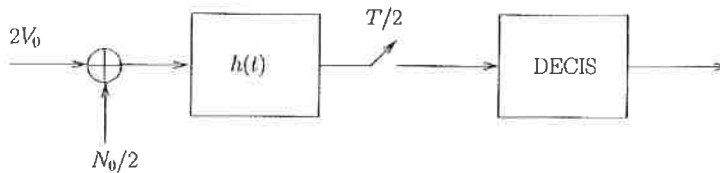

Figura 2: Struttura del sistema di trasmissione con ricevitore con decisione sul singolo simbolo.
1. Si consideri il ricevitore soglia mostrato in Figura 2. Il filtro ha risposta impulsiva $h(t) = \frac{s_A(t)}{2V_0}$ ed il campionamento è
4. Si consideri un sistema di trasmissione dove in ricezione si ha un solo filtro $h_1(t) = h(4t)$, dove $h(t)$ è il filtro considerato in Figura 2, e si campiona con una frequenza di 1 campione per tempo di simbolo. Assumendo che l'istante di campionamento sia fissato in modo opportuno all'interno di un intervallo di simbolo, si discuta sulla realizzazione di un ricevitore a massima probabilità a posteriori (MAP) basato sull'algoritmo di Viterbi al posto del ricevitore simbolo per simbolo DECIS considerato al punto 1. In particolare, si ricavi l'espressione delle metriche di ramo utilizzate nell'algoritmo di Viterbi, tenendo conto del fatto che i simboli trasmessi non sono equiprobabili.